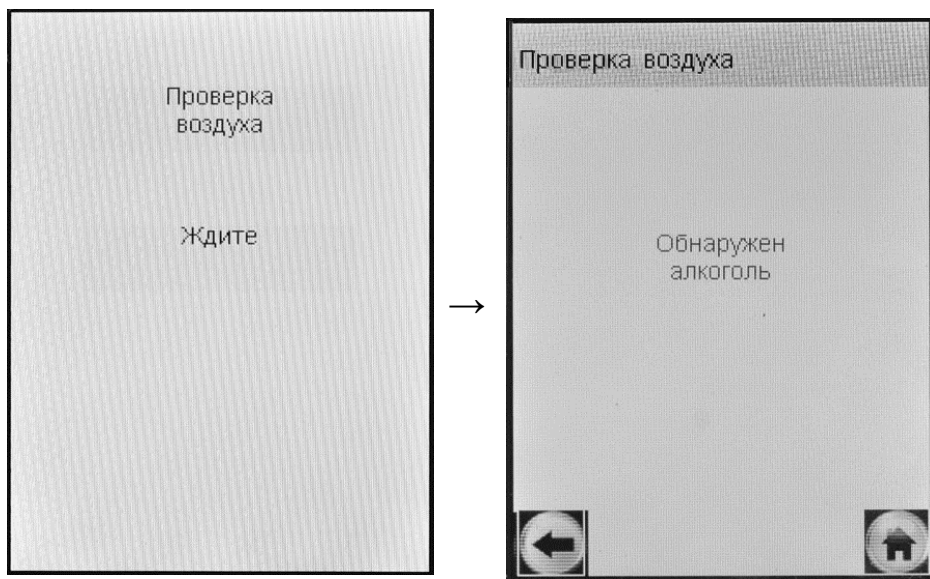

Рисунок 17 – В мундштуке или в заборной системе обнаружены пары этанола
2.7.18 Если в мундштуке или в заборной системе будут обнаружены пары этанола, на экране анализатора появится сообщение «Обнаружен алкоголь» (рисунок 17, справа).